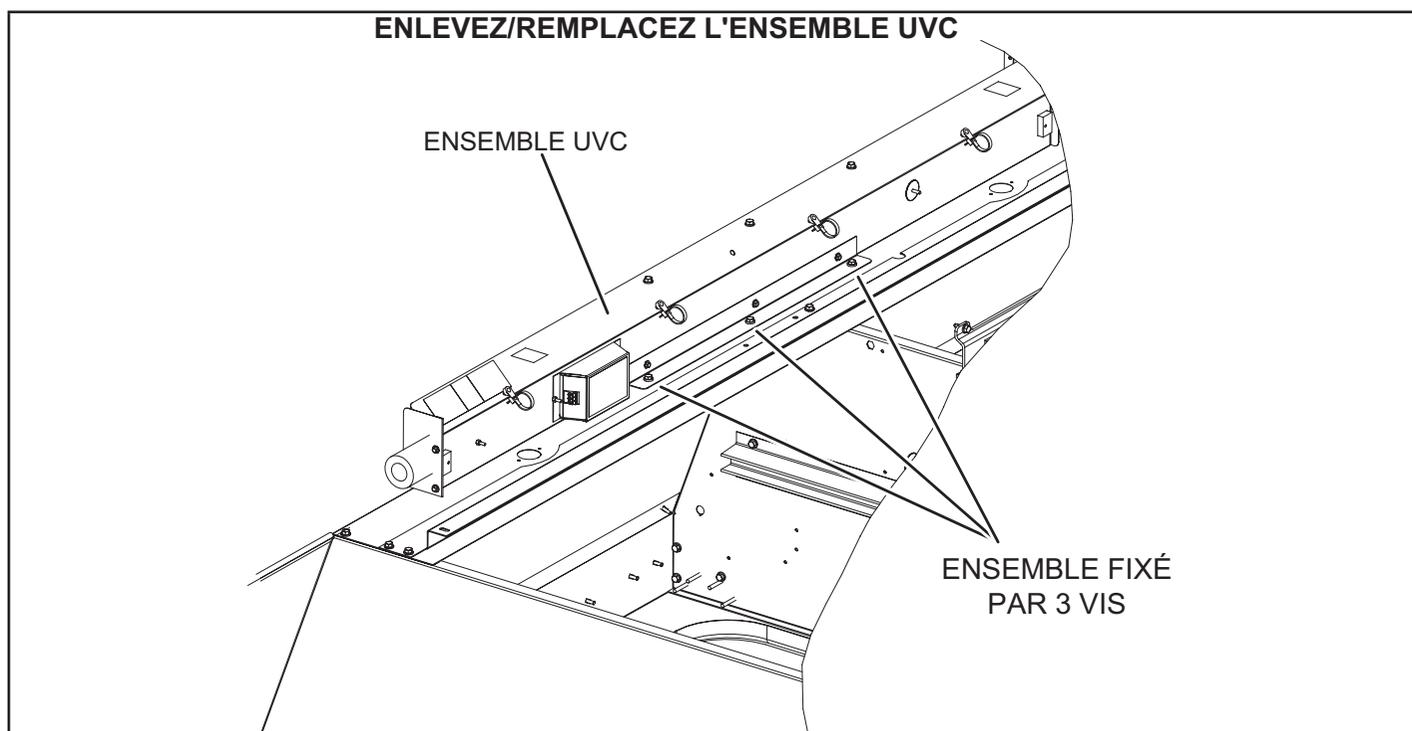

FIGURE 51
- 5 - Retirez et conservez les 3 vis qui fixent l'ensemble UVC. Sortez délicatement l'ensemble UVC en le faisant glisser par la porte d'accès au ventilateur. Reportez-vous à la FIGURE 51.